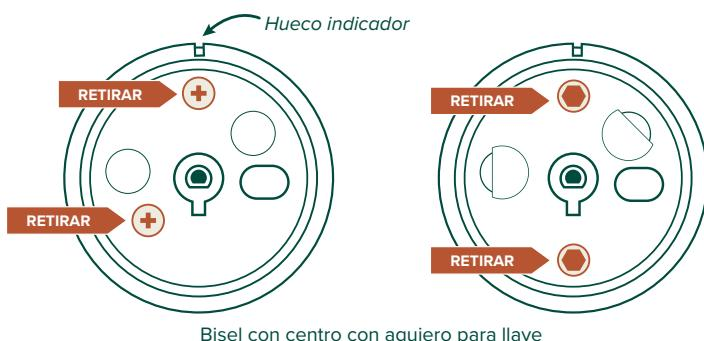

fig. 3
3. Presione la herramienta de alineación del bisel hacia adentro del eje hasta que quede ajustada. (fig. 3)